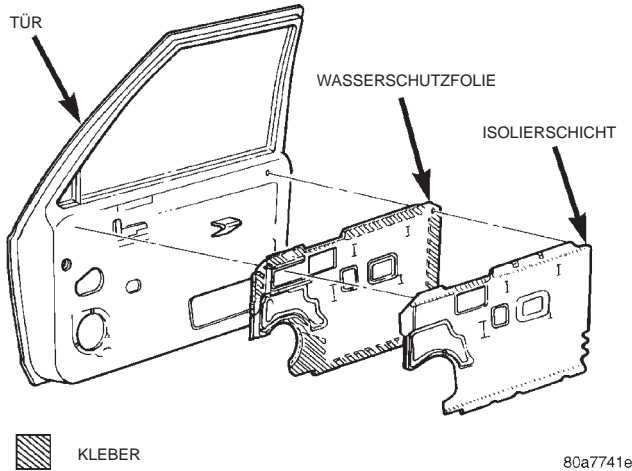

Abb. 14 Isolierschicht/Wasserschutzfolie
- (1) Türverkleidung abbauen.
- (2) Isolierschicht und Wasserschutzfolie von der Tür abziehen.
- (3) Alle Kabelbäume nach Bedarf durch die Wasserschutzfolie verlegen.
- (4) Isolierschicht und Wasserschutzfolie von der Tür abnehmen (Abb. 14).